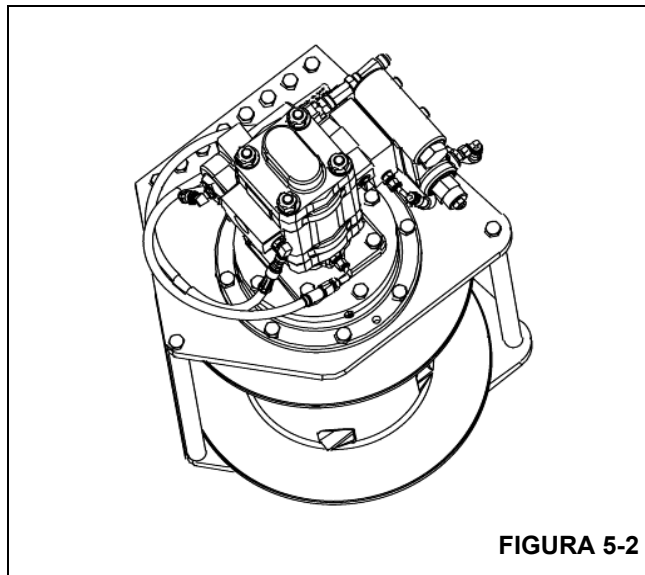

FIGURA 5-2
1. Coloque o guincho em pé, sobre sua extremidade, com o motor voltado para cima. Coloque calços sob a placa lateral, de forma que o guincho não fique apoiado no eixo (Figura 5-2).
2. Inspeção o tambor do cabo (5) quanto à sua integridade estrutural e substitua-o se necessário.
3. Conecte o eixo (32) à placa lateral (29) usando os seis parafusos com cabeça (3). Verifique se a entrada de ar (30) está orientada adequadamente. Aperte os parafusos com os valores de torque recomendados; consulte *Elementos de fixação e valores de torque*, página 1-13.
4. Instale o anel de trava (48) no eixo (32).
5. Assente a unidade com as hastes (2) voltadas para cima. Sustente a placa lateral (29) com calços (Figura 5-2) de forma que o guincho não se apoie no eixo (32).
6. Ajuste o tambor do cabo (5) sobre o eixo (32) e assente o tambor no rolamento (28). Tenha cuidado para não danificar a vedação (306).
7. Instale o conjunto de engrenagens planetárias de saída (4).
8. Instale a engrenagem solar de saída (16) no conjunto de engrenagens planetárias de saída.
9. Instale a arruela de encosto (6) no conjunto de engrenagens planetárias de saída.
10. Instale o conjunto de engrenagens planetárias de entrada (36) no tambor. Verifique se ele se encaixa sobre a engrenagem solar de saída (16).
11. Instale a engrenagem central de entrada (8) e a arruela de encosto (6) no conjunto de engrenagens planetárias de entrada.
12. Instale a arruela de encosto (6) no conjunto de engrenagens planetárias de entrada.
13. Instale um novo O-ring (304) e, se necessário, o rolamento (28) e a vedação (306) no transportador do rolamento (26). Lubrifique com graxa o O-ring e a vedação e instale o transportador do rolamento no tambor.
14. Posicione a placa lateral (1) sobre o tambor do cabo nas hastes (43). Fixe a placa lateral com os três parafusos (2). Aperte os parafusos com torque de 109 a 122 Nm (80 a 90 lb-pé).
15. Instale o subconjunto do freio dentro da placa lateral (1). Verifique se o piloto da carcaça do freio está alinhado com o furo no rolamento e se os furos dos parafusos do motor e da ventilação estão orientados corretamente. Instale os oito parafusos (2). Aperte os parafusos uniformemente com torque de 109 a 122 Nm (80 a 90 lb-pé).